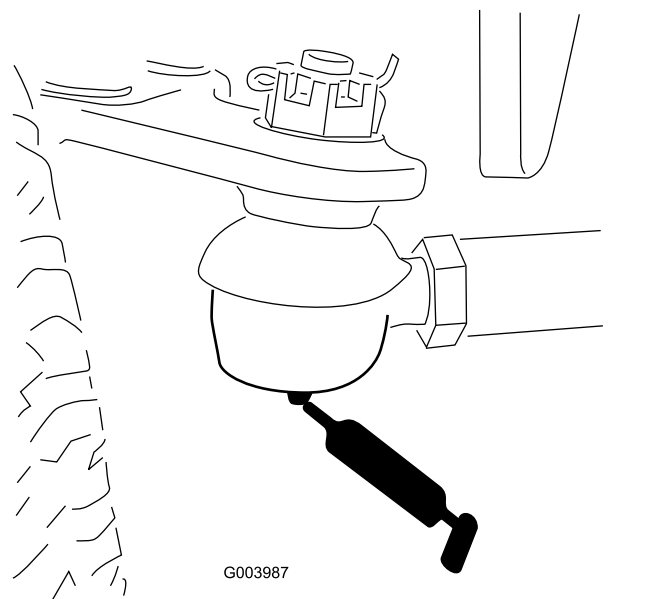

Figure 77
- Bielle d'essieu arrière (2) (Figure 77).